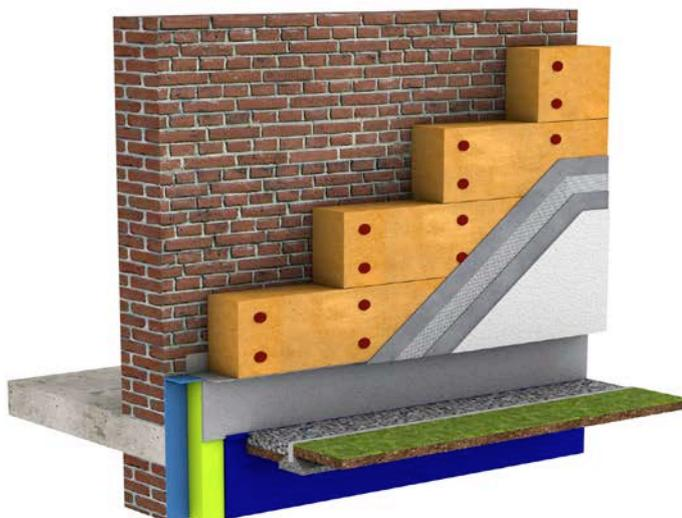

Fig. 1 Isolation des murs par l'extérieur à l'aide de panneaux et d'un enduit (vue 3D).
2. poser les panneaux isolants rigides en fibre de bois à 30 cm au moins au-dessus du sol. Protéger les panneaux des remontées capillaires au pied du mur (voir NIT 252). Les panneaux peuvent être posés sur un bloc isolant imputrescible (soubassement) ou sur des cornières (voir figures 1 et 2). Il importe de prolonger l'isolant imputrescible au pied du mur pour éviter les ponts thermiques. S'assurer de la planéité du support imputrescible et la corriger si nécessaire. Si l'on utilise une cornière, veiller à ce que cette dernière soit parfaitement en équerre par rapport au mur existant